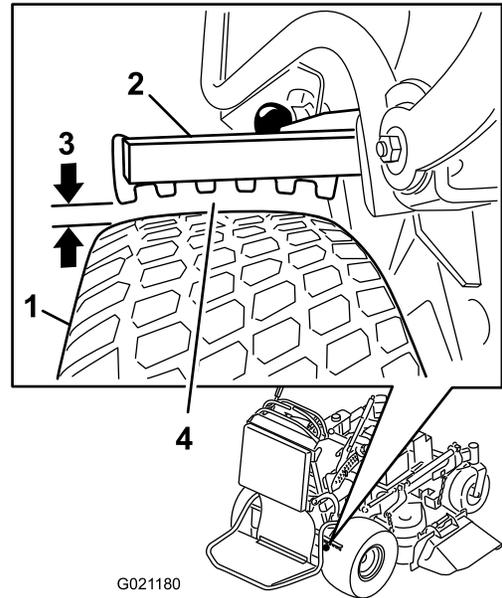

図 61
6. すき間が小さい方の側で、その距離が 図 61に示すように 3-6 mm の間になっていることを確認する。距離がこの範囲にない場合は、ブレーキの調整 \(ページ 44\)を参照。
5. ヨークを調整する 図 61。